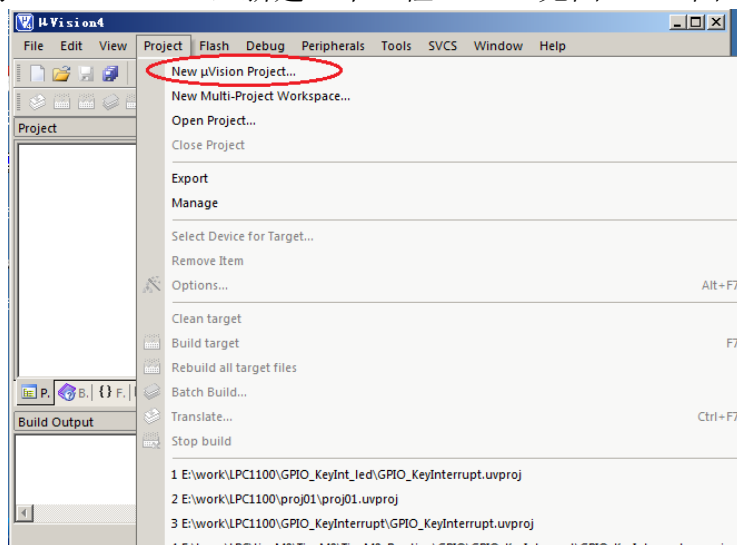
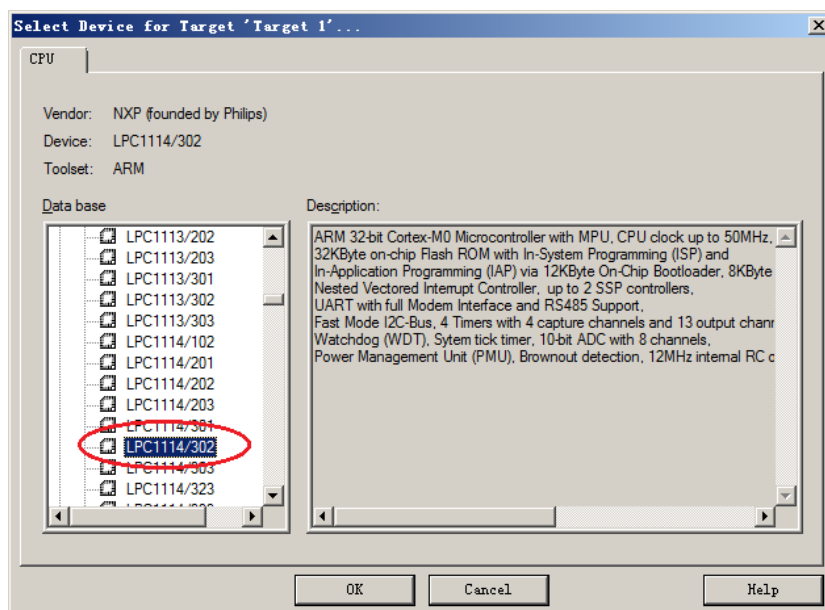
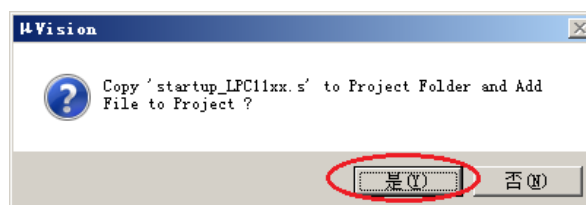

图 1-1 建立工程
图 1-2 选择目标芯片
图 1-3 不需要系统提供的 Startup 文件
- (1) 启动 Keil uVision，新建一个工程 ex01。见图 1-1、图 1-2、图 1-3。